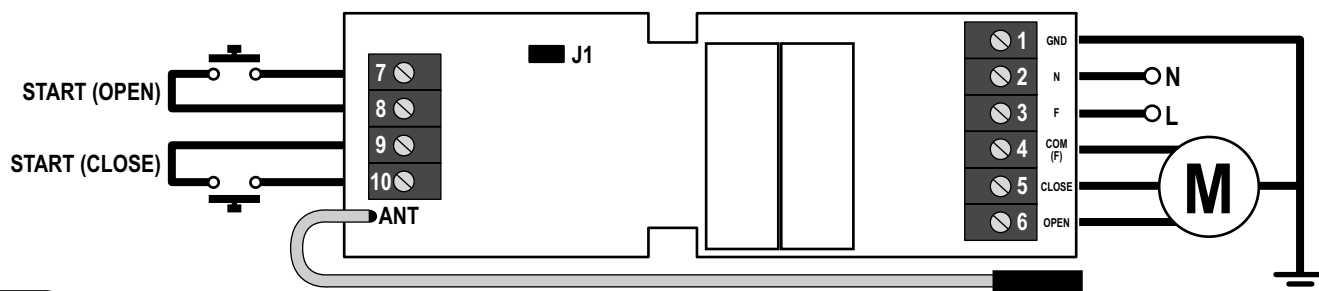

Fig.1
De stuurcentrale is ingesteld voor de werking met 2 knoppen (Afb.1)
1. Sluit de knoppen aan zoals afbeelding 1 toont
2. Sluit 2 N.O.-knoppen aan zoals afbeelding 1 toont